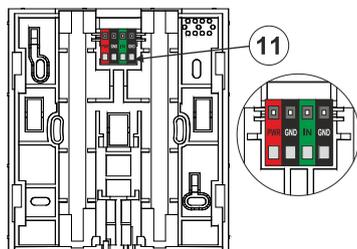

Figura 4: 11 - terminais de uma fonte de alimentação externa e de um contacto magnético externo
- Montar a parte posterior do teclado numa parede plana utilizando 4 parafusos. Para ligar uma fonte de alimentação externa ou um contacto magnético, utilize os terminais na parte posterior do teclado, ver Figura 4. Ver a descrição da ligação nos parágrafos Fonte de alimentação alternativa e Instalação de um contacto magnético.
- Em primeiro lugar, fixar a extremidade inferior do teclado na almofada de montagem (parte traseira) da caixa (alinhar os lados inferiores). Em seguida, faça deslizar o teclado para baixo, até ouvir o clique da patilha (10). Esta ação impede que o teclado caia da base de instalação. Em seguida, rode o mecanismo de bloqueio (9) no sentido dos ponteiros do relógio 90° para a posição em que